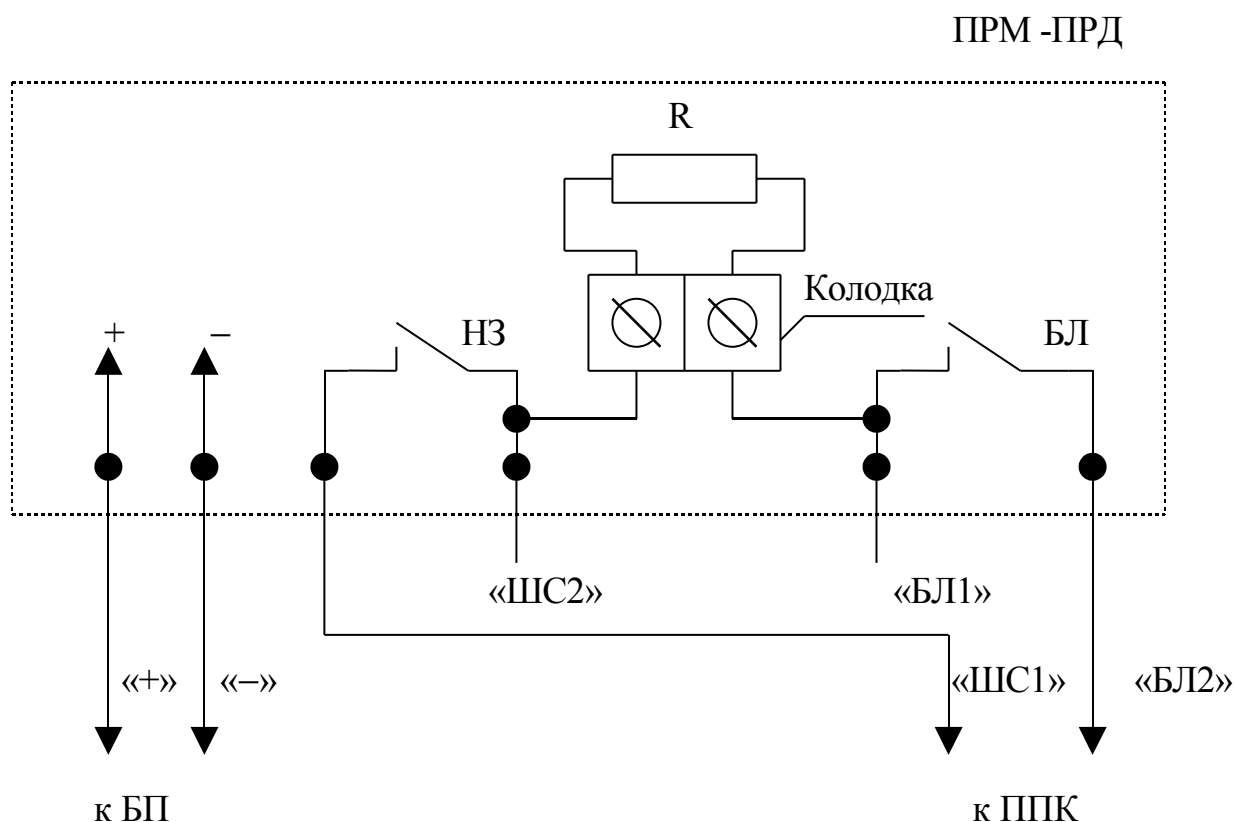

Рисунок 2 – Подключение извещателя с объединенными выходными цепями.
1.1.3 Извещатель формирует извещение о тревоге (далее по тексту – извещение) в виде размыкания выходной цепи “ШС1–БЛ2” (рисунок 2) и включения светового индикатора при: